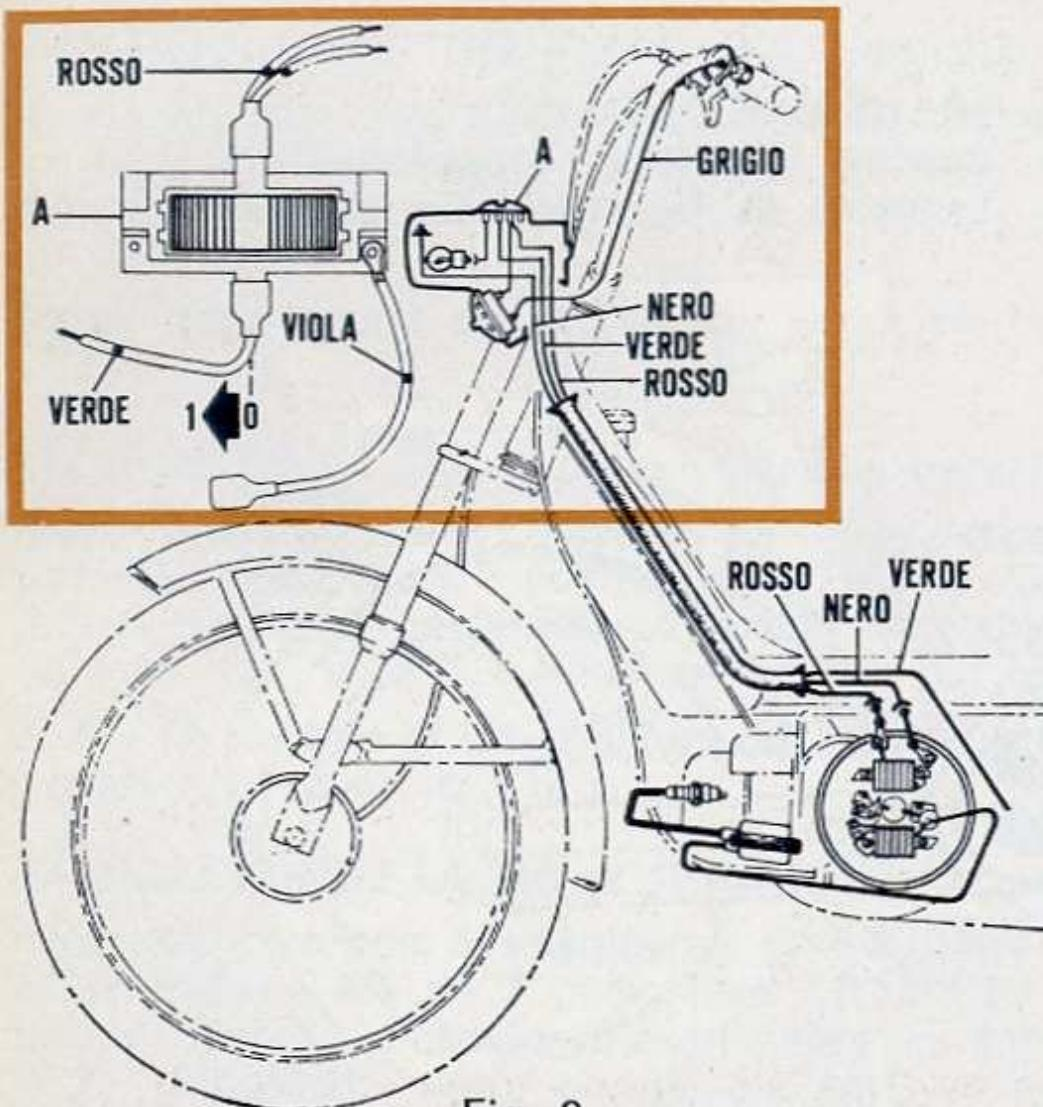

Fig. 9
**Switch « A » positions (fig. 9).**
**Positions commutateur « A » (fig. 9).**
**Posiciones comutador « A » (fig. 9).**